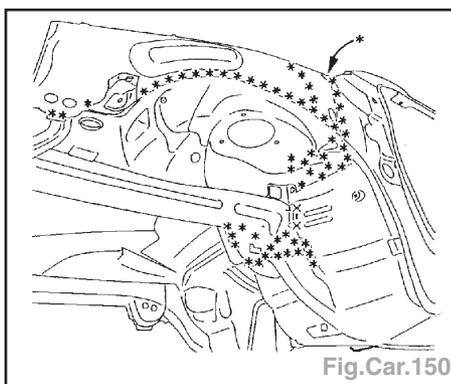

Fig.Car.150
- Souder par cordon MAG (Fig.Car.150).
- Souder par points électriques (Fig.Car.150, 151 et 152).